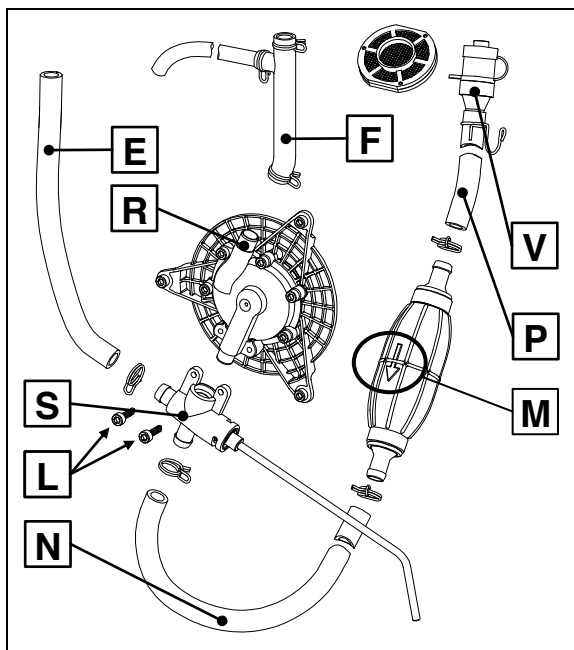

Figura 1 Montaje bomba PSR
- Verifique que la válvula de líquidos (manual de instrucciones del atomizador MB90 / AT900, figura 1 - pos.13) esté cerrada.
- Quite el tapón negro (pos.5) del tubo de aspiración (pos.3).
- Ponga la palanca de desviación (pos.1) en posición **PR**.
- Para envasar la bomba, con el motor al mínimo, sumerja el tubo de aspiración (pos.3) en el líquido y apriete unas 10 veces la bombita (pos.2).
- Controle al trasluz cuándo está lleno el depósito y desconecte la función de llenado desplazando la palanca (pos.1) en **PS**.
- Cierre el tubo de aspiración con el tapón negro (pos. 5).
- Use el gancho (pos.4) para conectar el tubo de aspiración.